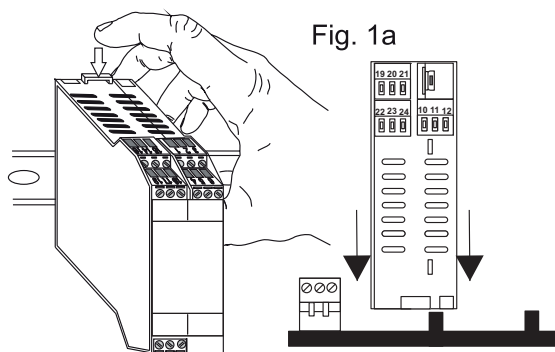

Fig. 1a
- 2) Inserire il connettore posteriore IDC10 del modulo su uno slot libero dell'accessorio per guida OMEGA come illustrato in fig 1a. (l'inserimento è univoco perchè i connettori sono polarizzati).
- 3) Per fissare il modulo alla guida OMEGA stringere i due ganci posti ai lati del connettore posteriore IDC10 come illustrato in fig 1a.